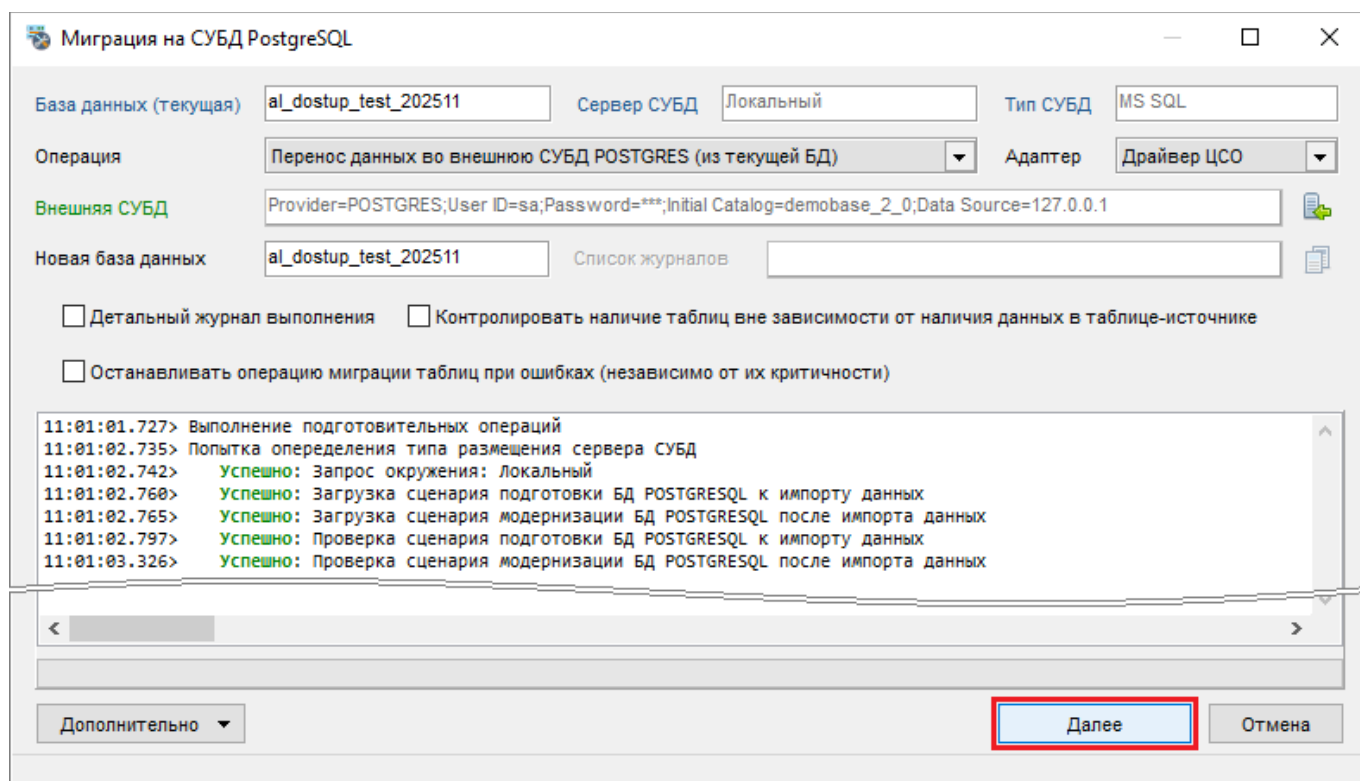

Рисунок 4-89 Запуск процесса проверки заданных параметров миграции и загрузки списка журналов
- 7) в окне «Миграция на СУБД PostgreSQL» нажмите кнопку «Далее» (см. Рисунок 4-89) для запуска процесса проверки заданных параметров миграции и загрузки карты переноса данных;